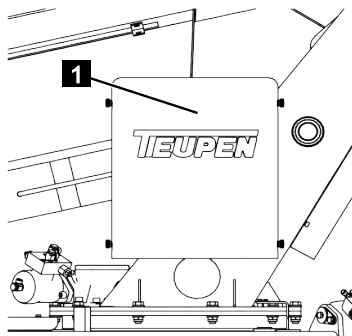

Fig. 189
1. Démonter le capot (Fig.189/1).